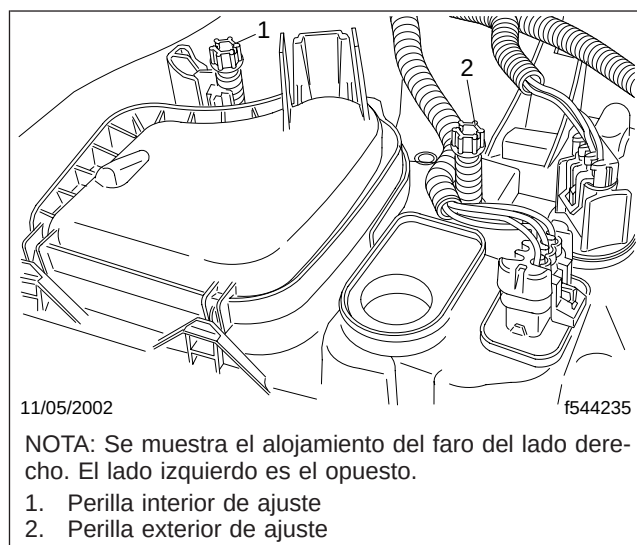

Figura 14.4, Perillas para ajustar los faros
1. Levante la solapa que está sobre el extremo trasero del alojamiento del faro para dejar expuestas las dos perillas de ajuste de plástico en cada faro. Vea la **Figura 14.4**.